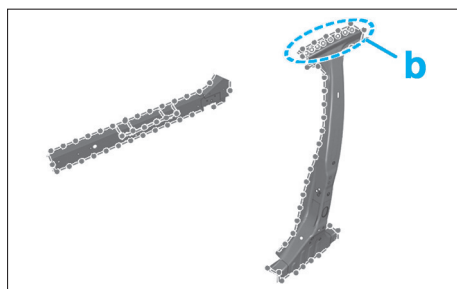

FIG. 70
- Percer 8 trous Ø 8 mm en (b) (Fig.70).